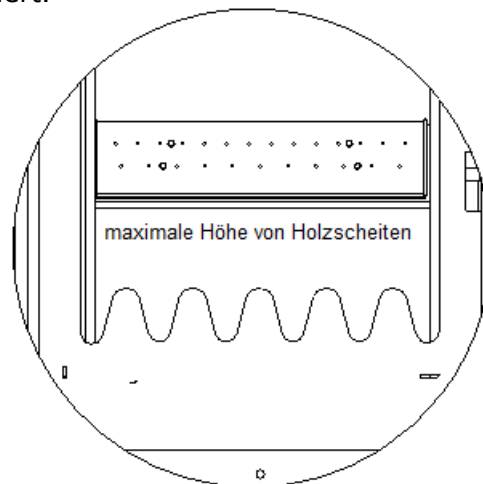

Abbildung Nr. 8. Tertiärluftregler
- Empfohlener Brennstoff: Holzsplit (Buchenholz, Pappelholz, etc.). Die Heizleistung hängt von der Art und Qualität des verwendeten Brennstoffs ab. Das gesplittete Holz sollte einen Durchmesser von höchstens 100 mm haben. Die Länge des Splitts sollte 200 - 270 mm nicht überschreiten. Eine Überschreitung der Brennstoffmengen kann zu einer Überbefeuerung führen, die dauerhafte Schäden am Gerät verursacht und die Produktgarantie erlöschen lässt. Die maximale Höhe der Holzsplitte in der Kammer sollte die unteren Seitenöffnungen für die Tertiärluft nicht überschreiten, siehe Abbildung Nr. 8.
überschreiten (siehe Abbildung Nr. 8). In der Brennkammer müssen immer klare Flammen zu sehen sein; andernfalls versuchen Sie, die sekundäre und ggf. primäre Luftzufuhr zu erhöhen.